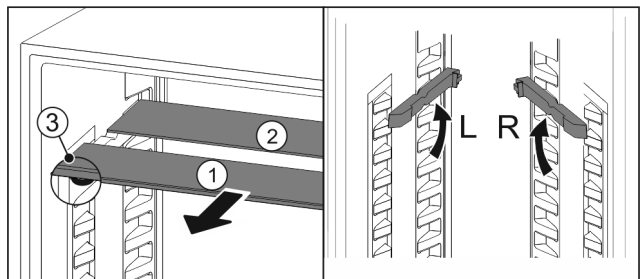

Fig. 147
- ▶ Húzza ki Fig. 147 (1) előre az üveglapokat egyesével.
- ▶ Az üveglap Fig. 147 (1) a diszleccsel előre néz.
- ▶ Az ütközők Fig. 147 (3) lefelé mutatnak.